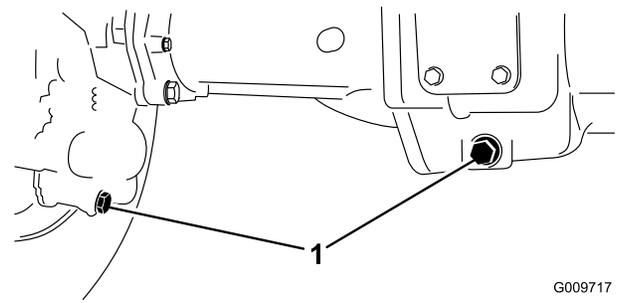

図 67
2. ドレンプラグ（図 67；左右端に1個と中央に1個、全部で3個ある）の周辺をきれいに拭く。